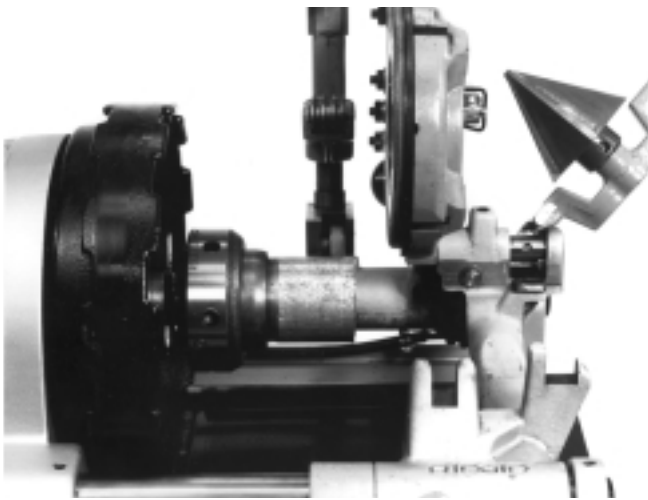

Figure 20 – Mandrin à raccords n° 819 prêt à fileter
5. Vissez manuellement l'extrémité fileté du raccord dans l'adaptateur (Figure 20). Alésez et filetez l'autre extrémité.